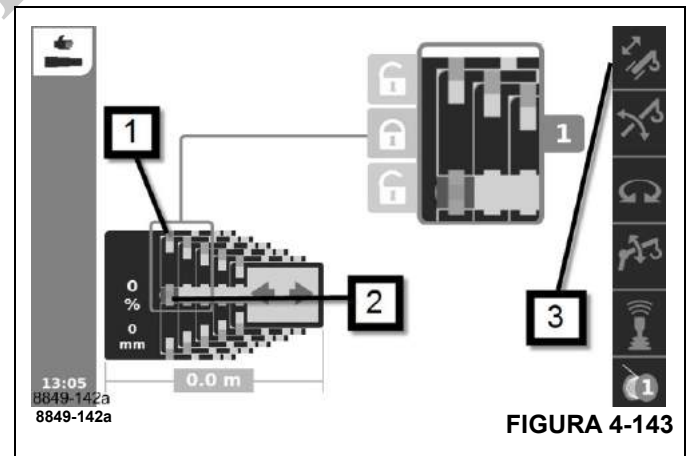

FIGURA 4-143
- Mecanismo telescópico activado – símbolo (3), (Figura 4-143), verde.
- Sección telescópica bloqueada – símbolo (1) verde.
- Cilindro telescópico bloqueado – símbolo (2) verde.